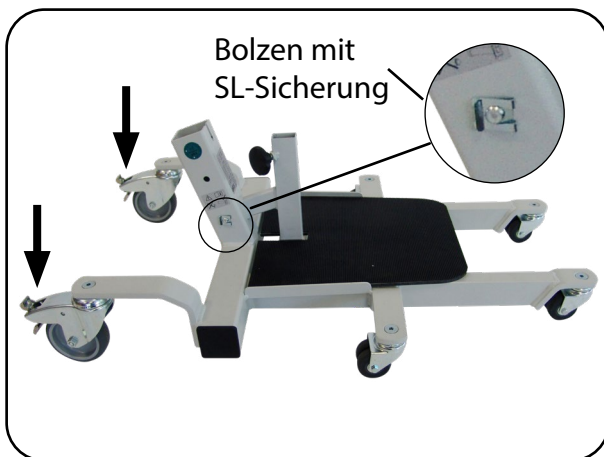
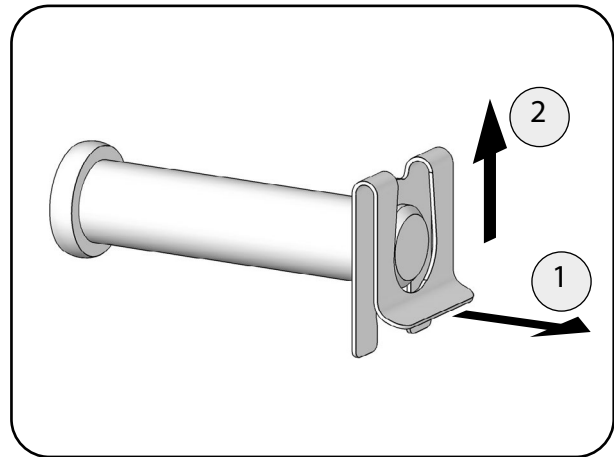

Abb. 6.2.01 – Fahrgestell mit festgestellten Laufrollen
Abb. 6.2.02 – Demontage der SL-Sicherung
2. Stellen Sie das Fahrgestell mit den Laufrollen auf den Boden (Abb. 6.2.01).
3. Bremsen Sie die beiden hinteren Laufrollen an der Bedienerseite, durch Betätigung des Tritthebels (Abb. 6.2.01); siehe Kapitel Bedienung Abschnitt **Laufrollen**.
4. Entfernen Sie den Bolzen mit SL-Sicherung aus der Bohrung in der Standmastaufnahme (Abb. 6.2.01). Ziehen Sie hierzu das gebogene Ende der Lasche etwas zurück (1) und schieben Sie die SL-Sicherung aus der Nut des Bolzens (2) heraus (Abb. 6.2.02).